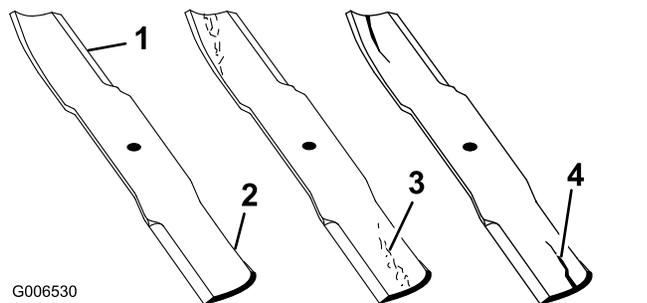

Figura 96
1. Inspeccione los filos de corte (Figura 96).
4. Si observa daños, desgaste o la formación de una ranura en esta zona, instale inmediatamente una cuchilla nueva (Figura 96).